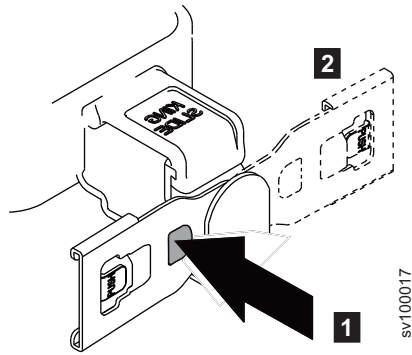

Abbildung 24. Ausrichtung des Kabelträgers umkehren
- a. Drücken Sie den Knopf mit der Aufschrift "PUSH" in Abb. 24 auf Seite 24.